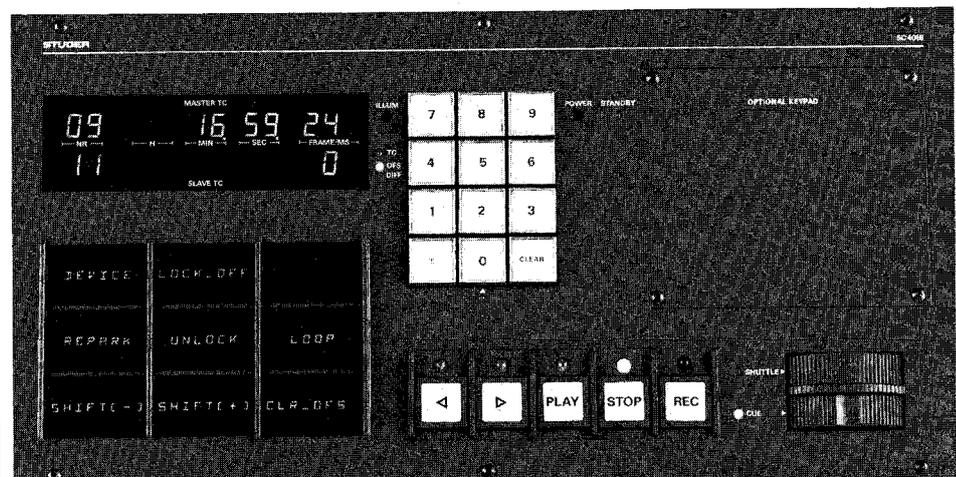

Bild 6: Bedienpanel und Anzeige-Einheit des SC 4016.
- Ein wichtiger Aspekt des Systems ist das Interface Mensch/Maschine (s. Bild 6). Um ein leicht zu bedienendes System zu realisieren, wurde nur eine beschränkte Anzahl von 8 Funktionstasten verwendet, welche über eine eingebaute alphanumerische Anzeige verfügen. Die Tasten sind vollständig unter Software-Kontrolle; dies ermöglicht dem System-Controller, Funktionen zu definieren, die in der Bedienung schrittweise ändern können. Der Benutzer wird durch mehrere Menüs geführt und muss nur Funktionen berücksichtigen, die auch tatsächlich in einem bestimmten Bedienungszustand des Systems benutzt werden können.